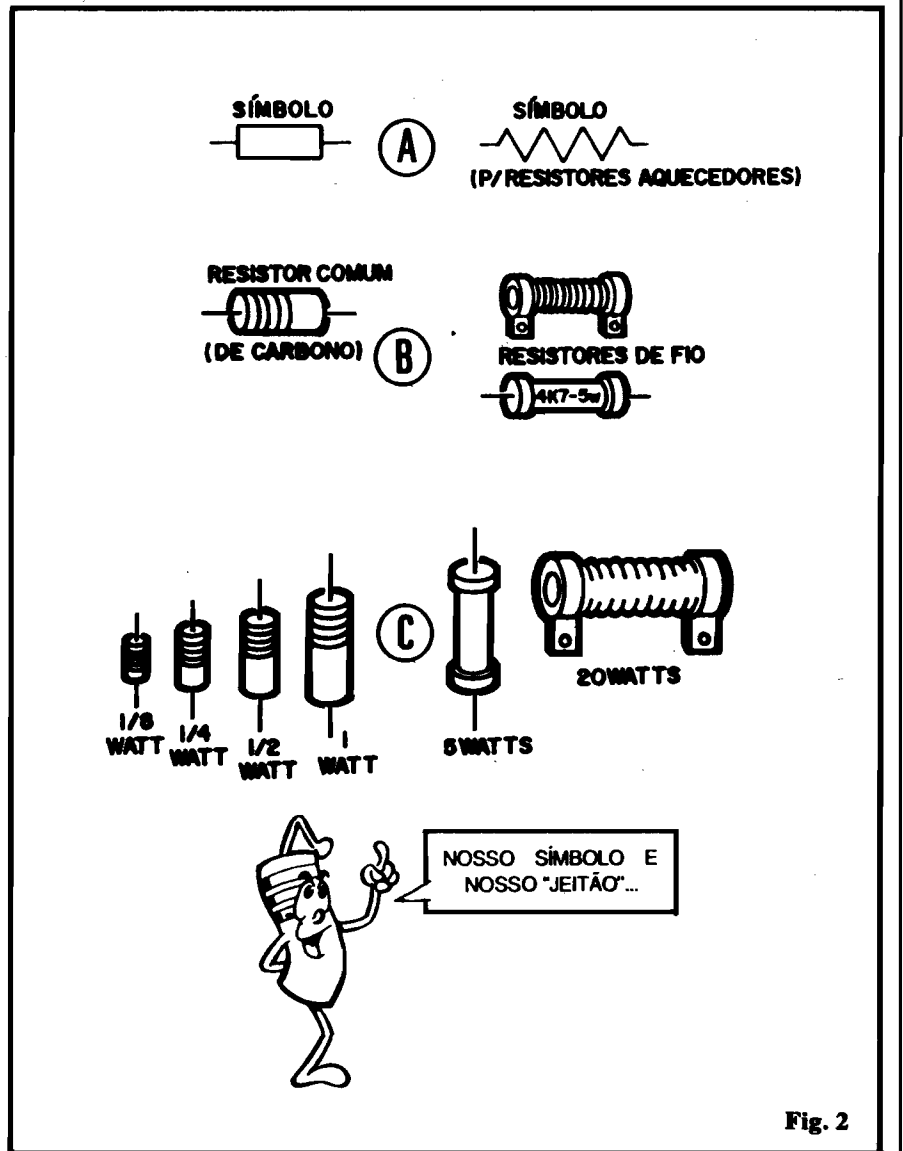

Fig. 2
- FIG. 2 - Uma série de informações visuais IMPORTANTES sobre os RESISTORES, que **devem** ser bem assimiladas desde já:
- 2-C - A dissipação da potência consumida pelo componente (na forma de calor...) é, na prática, **diretamente proporcional ao tamanho do RESISTOR**. Assim, quanto maior a "wattagem", maior também o tamanho físico do RESISTOR (o mesmo ocorre, de maneira geral, com os demais componentes eletrônicos...). Observem, na fig. 2-C, a ordem crescente de tamanho, em função da dissipação. Inevitavelmente, resistores para "wattagens" elevadas (5, 10, 20 watts ou mais) são bem "taludos"... A maioria dos circuitos, contudo, trabalha sob baixas dissipações, usando, na prática, resistores para 1/8W até 1 ou 2W...